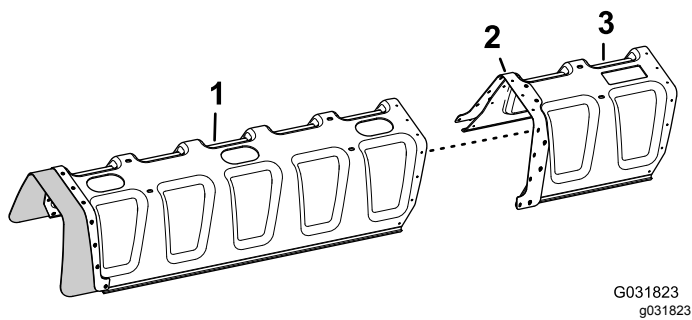

Figura 180
3. Alinhe os orifícios na placa de reforço (fila dupla) na extensão da cobertura com os orifícios na extremidade da cobertura da rampa de 11 bicos (Figura 180).